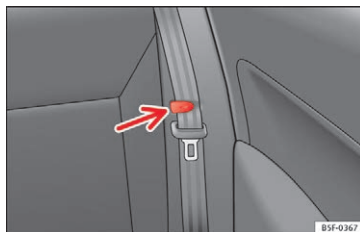

Fig. 149 Holder til sikkerhedssele
- Fastgør sikkerhedsseleerne til de yderste bagsædepladser i holderne til sikkerhedsseleerne » **Fig. 149**.